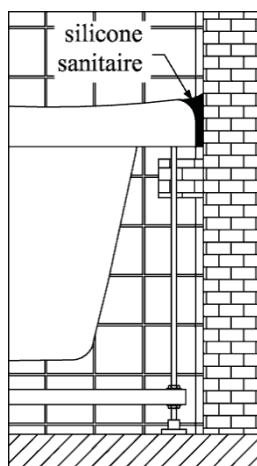

Figure 1
- Posez entre les bords extérieurs de la baignoire et le mur, un joint silicone de façon qu'en aucun cas les bords ne reposent directement sur les murs ou sur l'habillage et en appui sur une surface plane servant de support (fig. 1 ou 2).